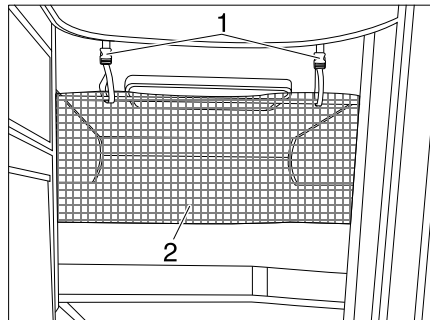

Bild 163 Skyddsnet
Skyddsnetet (Bild 163,2) är standard. Det ligger mellan madrassen och ribbotten. Skyddsnetet ska först monteras när personen som ska sova där befinner sig i sängen.
- Haka fast fästbanden (Bild 163,1) i hållarna i taket.